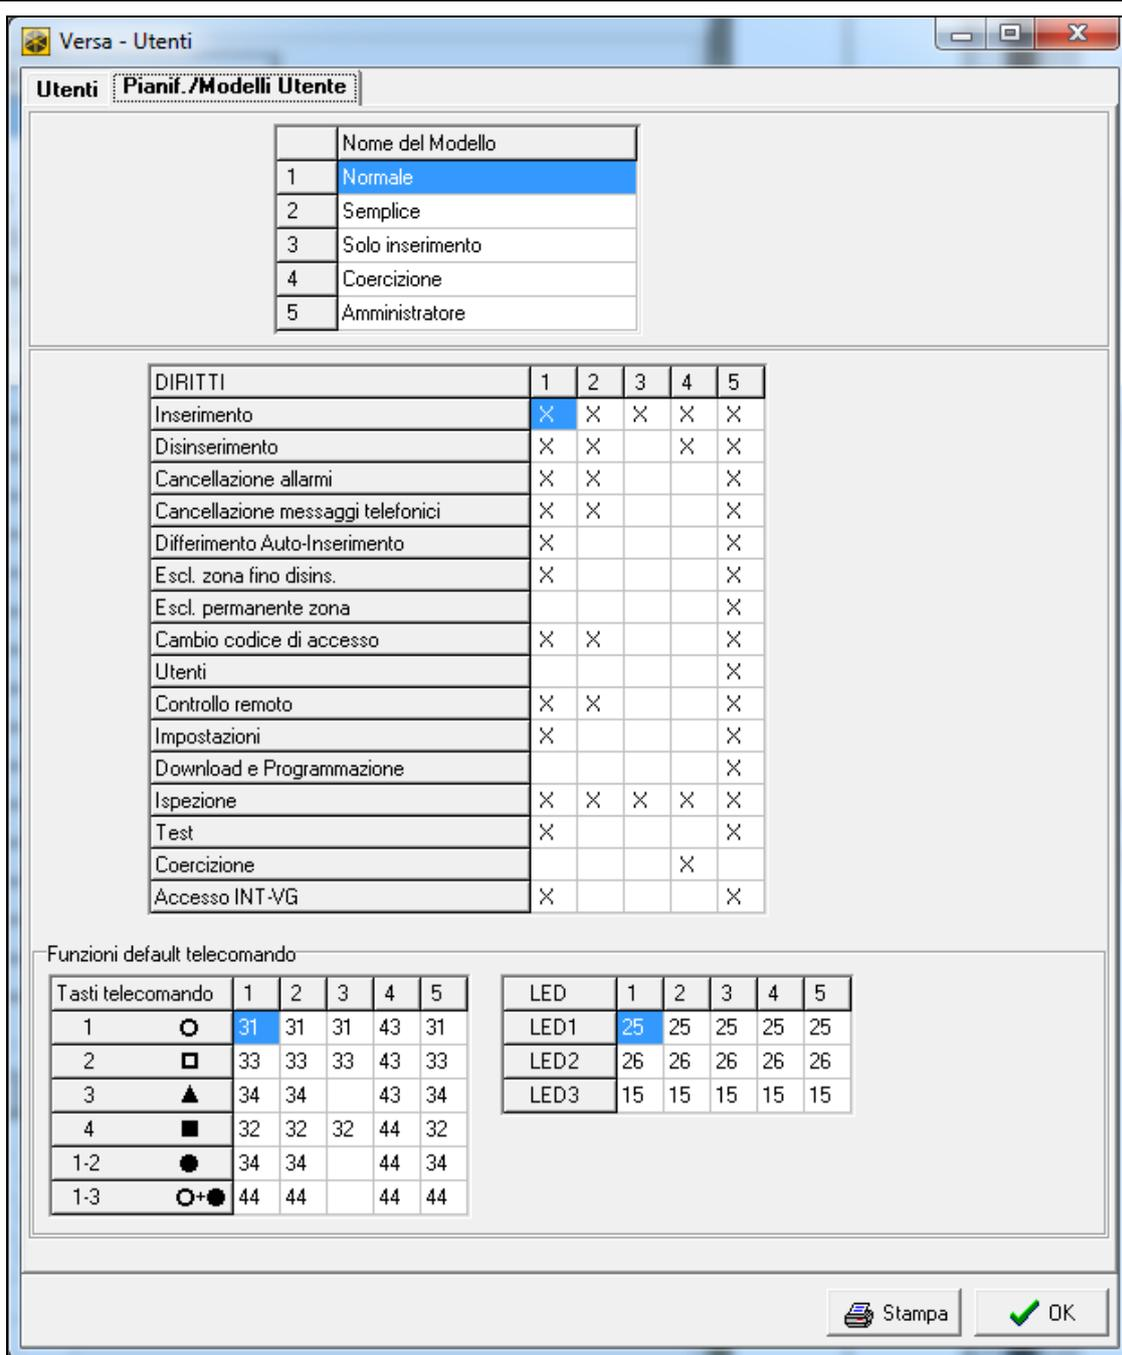

Fig. 31. Software DLOADX: “Pianificazione modelli Utente” tabella in “Versa – Utenti”.
- Software DLOADX: "Versa – Utenti" / finestra → "Pianificazioni modelli Utenti" (Fig. 31),